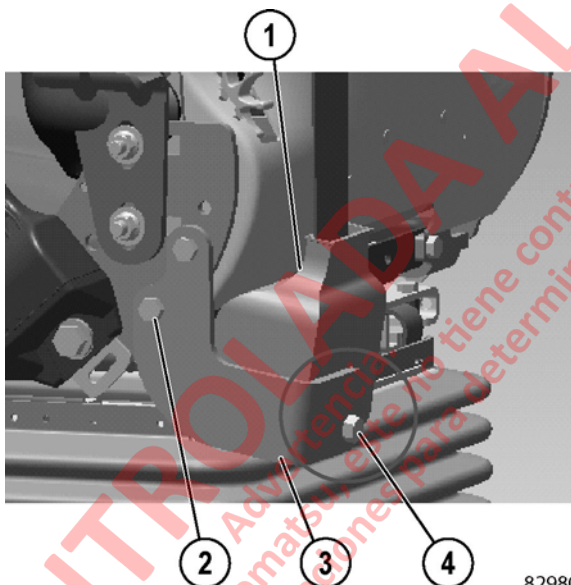
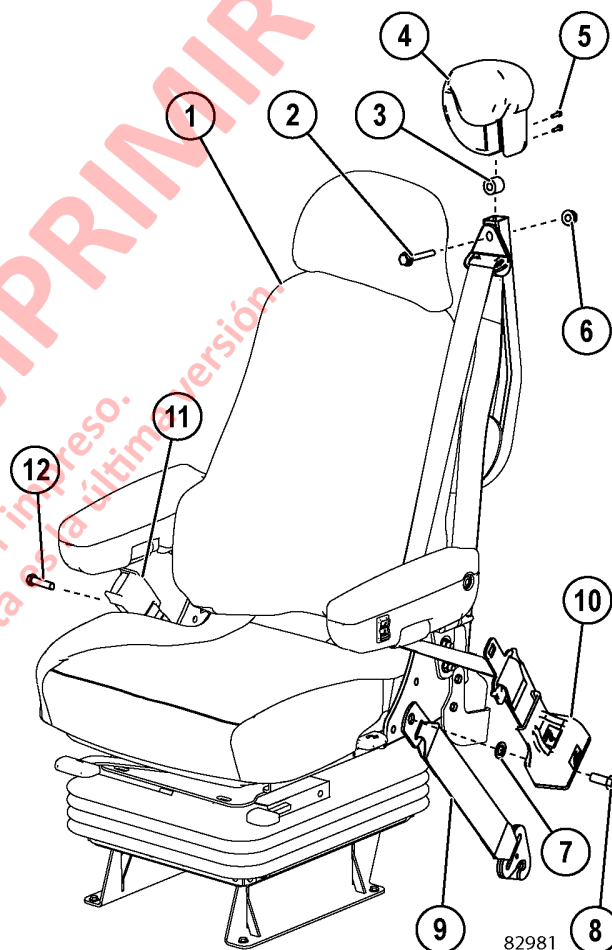

FIGURA 3-8. SEGMENTO SUPERIOR DEL CINTURÓN DE SEGURIDAD
FIGURA 3-9. CINTURONES DE SEGURIDAD
1. Desmonte el tornillo, la arandela plana y la tuerca (4, Figura 3-8), luego desmonte el retractor del segmento superior (1) del cinturón de seguridad.
2. Recline el respaldo del asiento hacia delante y desmonte los tornillos (5, Figura 3-9). Luego desmonte la almohadilla (4).
3. Desmonte la tuerca (6), el tornillo (2) y el espaciador (3). Coloque la parte del cinturón aflojada en el cojín del asiento.
4. Desmonte el tornillo (8), el retractor del segmento inferior (10) del cinturón de seguridad, la arandela plana (7) y la correa de fijación (9) del asiento. Es posible que también necesite retirar los tornillos de cabeza (2, Figura 3-8), las tuercas y el soporte (3). Desmonte el segmento superior e inferior del cinturón de seguridad del asiento.
5. Retire los tornillos de cabeza (12, Figura 3-9), la hebilla (11) del cinturón de seguridad y la otra correa de fijación.
1. Instale la correa de fijación y la hebilla (11, Figura 3-9) al asiento con el tornillo (12). La correa de fijación debe estar instalada en un ángulo de 45 grados. Apriete el tornillo (12) a **68 N·m (50 ft lb)**.
2. De ser necesario, instale el soporte (3, Figura 3-8) con tornillos de cabeza (2) y tuercas. Apriete los tornillos de cabeza a **47 N·m (35 ft lb)**.
3. Instale el retractor del segmento inferior del cinturón de seguridad (10, Figura 3-9) y la correa de fijación (9) con la arandela plana (7) y el tornillo (8). La correa de fijación debe estar instalada en un ángulo de 45 grados. Apriete el tornillo (8) a **68 N·m (50 ft lb)**.
4. Cuando instale el soporte del segmento superior del cinturón de seguridad, asegúrese de que el cinturón no esté torcido. Instale el soporte del segmento superior en el soporte vertical con el tornillo (2) y la tuerca (6), con el espaciador (3) dentro del soporte. Apriete la tuerca a **68 N·m (50 ft lb)**.
5. Instale la almohadilla superior (4) a la barra de soporte con los tornillos (5).
6. Asegúrese de que el cinturón de seguridad no esté torcido. Extienda el cinturón lentamente e instale el retractor del segmento superior (1, Figura 3-8) al soporte (3). Instale el tornillo, la tuerca y la arandela plana (4). Apriete la tuerca a **68 N·m (50 ft lb)**.